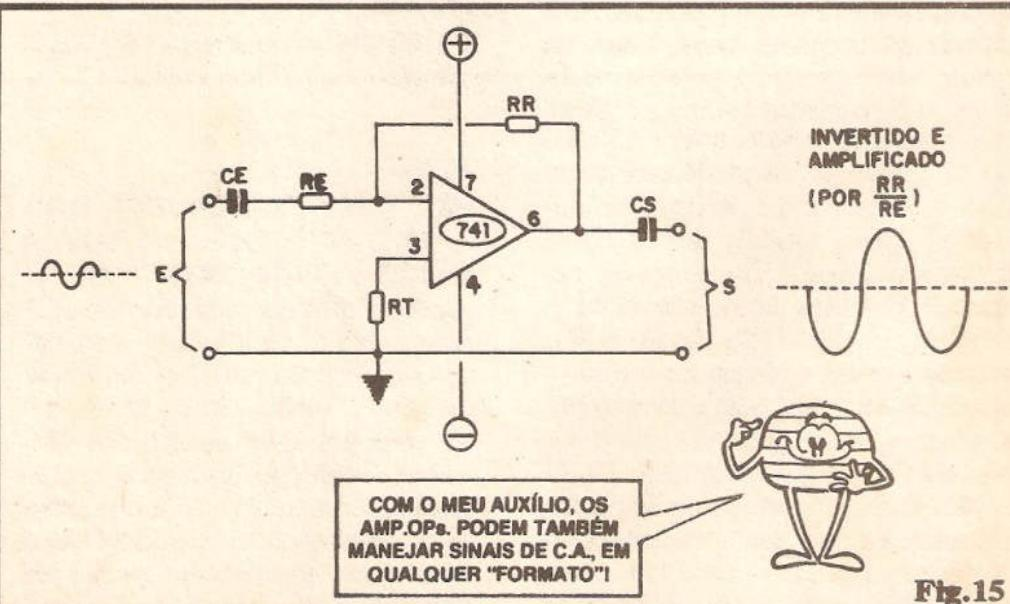

Fig.15
FIG. 15 - O 741 TRABALHANDO COM SINAIS EM C.A. (ÁUDIO, POR EXEMPLO) - Meramente intercalando capacitores de bloqueamento da C.C. (para que não sejam influenciados os cálculos puramente resistivos das redes de realimentação) nos percursos de Entrada (CE) e de Saída (CS) dos sinais, podemos tranquilamente colocar um 741 a trabalhar com sinais C.A. (áudio, por exemplo...). Convém, agora, notar que existe um último e importante PARÂMETRO do 741 a considerar: a MÁXIMA FREQUÊNCIA PASSANTE, de modo que ainda tenhamos "garantido" um ganho
funcional... Normalmente, um 741 pode trabalhar com sinais alternados de Frequência até cerca de 100 KHz, com uma possibilidade de ganho ainda considerável... Podemos levar a Frequência de funcionamento até o limite de 1 MHz, porém, nesse caso (Frequências relativamente elevadas...) ficam invalidadas as fórmulas determinadoras do ganho, já que este, por razões internas do Integrado, terá seu limite superior cada vez mais "pra baixo", à medida que a Frequência "sobe"... Tanto que a 1 MHz não conseguiremos, "nem a pau", obter ganho maior do que o unitário, do Integrado! Na faixa de áudio, contudo (até uns 20 ou 30 KHz...) podemos, na prática, considerar os parâmetros de ganho como muito próximos dos verificados sob C.C., valendo todas as fórmulas e configurações já vistas (sempre com a intercalação dos capacitores de "isolamento", conforme diagrama da fig. 15...) nas figuras anteriores.